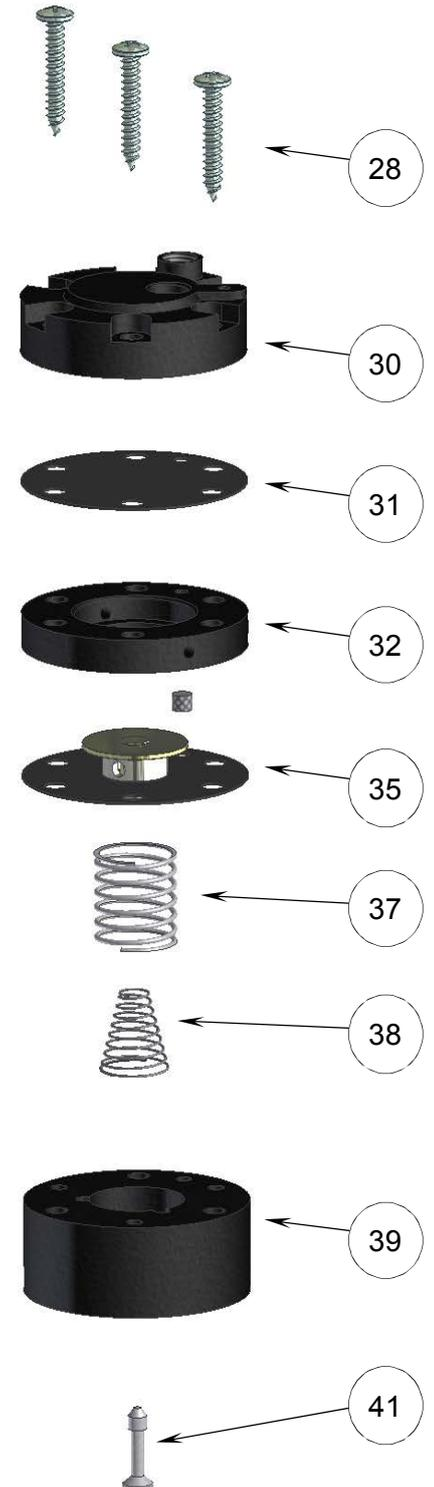

Fig. 6.3.2
La presenza di olio e condensa nell'aria di alimentazione potrebbe rendere necessaria la pulizia delle membrane (31) e (35) e degli altri organi interni del relè (vedi fig.6.3.2). Per smontare il relè procedere come segue:
- 4) Rimuovere le tre viti esagonali (28 Fig. 6.3.2), smontare il relè e procedere alla pulizia o sostituzione delle membrane.
- 5) Riasssemblare il relè seguendo con attenzione il disegno esploso della Fig. 6.3.2.
Serie membrane Relay	(55) Fig. 6.1.1 / (31) e (35) Fig. 6.3.2